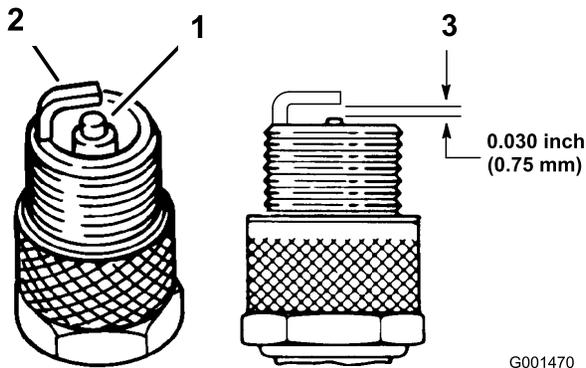

Figure 26
- Examinez le centre des bougies (Figure 26).
- Contrôlez l'écartement entre l'électrode centrale et l'électrode latérale (Figure 26).
- Courbez l'électrode latérale (Figure 26) si l'écartement est incorrect.
**Remarque:** Vérifiez que l'écartement des électrodes est correct (Figure 26).
- Connectez les bougies (Figure 26).